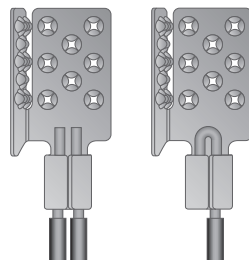

Fig. 7. Krimpa kablar i terminaler
10. Förbered anslutningskablarna för raderna av värmefolie. (fig.7).